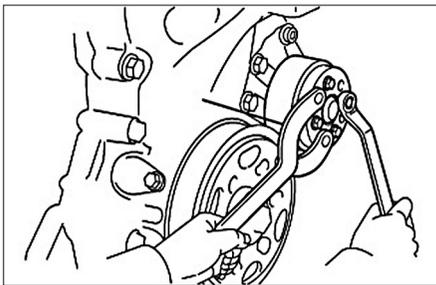

FIG. 53
- À l'aide de l'outil SST 09960-10010 (09962-01000, 09963-00600) ou équivalent, déposer la poulie de la pompe à eau (Fig.53).